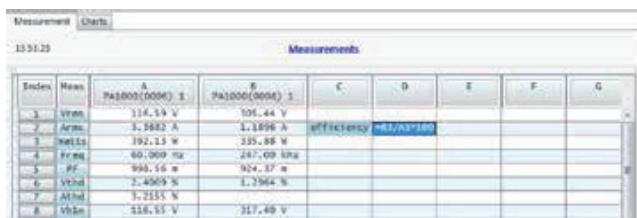

图 20A/B. 通过 PWRVIEW 使用两台 PA1000 进行镇流器测试的实例。
- PWRVIEW 允许用户输入公式，执行要求的计算。图 20A 和 B 显示了怎样输入公式，根据输入和输出功率计算镇流器的效率。